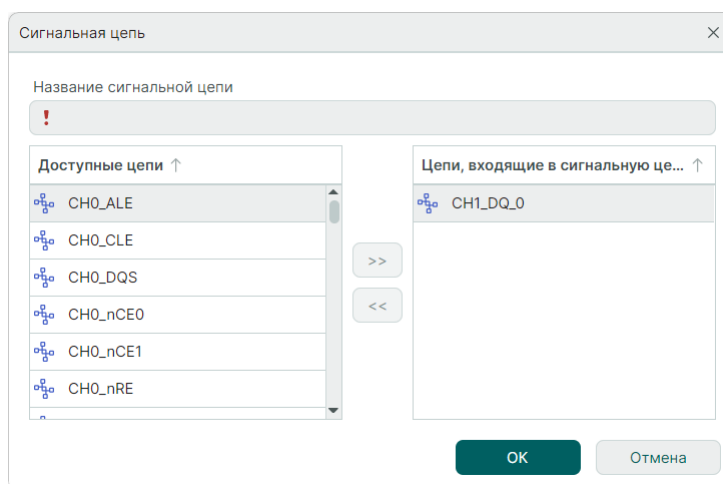

Рис. 139 Окно «Сигнальная цепь»
3. В окне «Сигнальная цепь» в списке «Цепи, входящие в сигнальную цепь» отображается предопределенная цепь, см. Рис. 139.